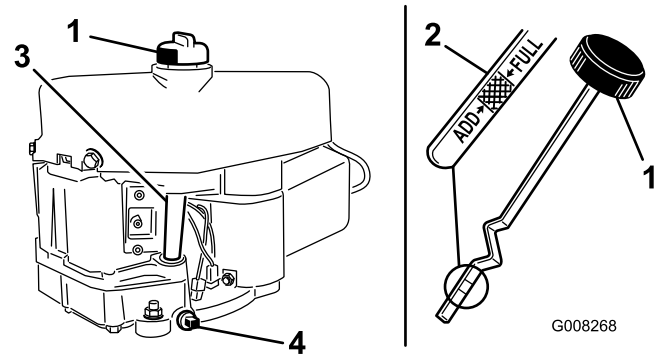

Figura 24
7. Limpie alrededor de la varilla (Figura 24) para impedir que caiga suciedad por el orificio de llenado y cause daños en el motor.
8. Desenrosque la varilla y limpie el extremo metálico (Figura 24).
9. Enrosque la varilla de aceite a fondo en el tubo de llenado (Figura 24).
- Retire el tapón de vaciado de aceite para que se vacíe el aceite (Figura 24).
- Limpie alrededor de la varilla y desenrosque el tapón (Figura 24).
- Vierta lentamente aproximadamente un 80% del aceite de motor por el tubo de llenado (Figura 24).